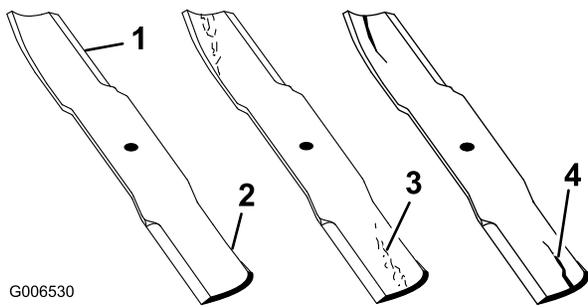

Figura 71
1. Inspeccione los filos de corte (Figura 71). Si los bordes no están afilados o tienen muescas, retire las cuchillas y afílelas. Consulte Afilado de las cuchillas.
2. Inspeccione las cuchillas, especialmente la parte curva. Si observa fisuras, desgaste o la formación de una ranura en esta zona, instale de inmediato una cuchilla nueva (Figura 71).